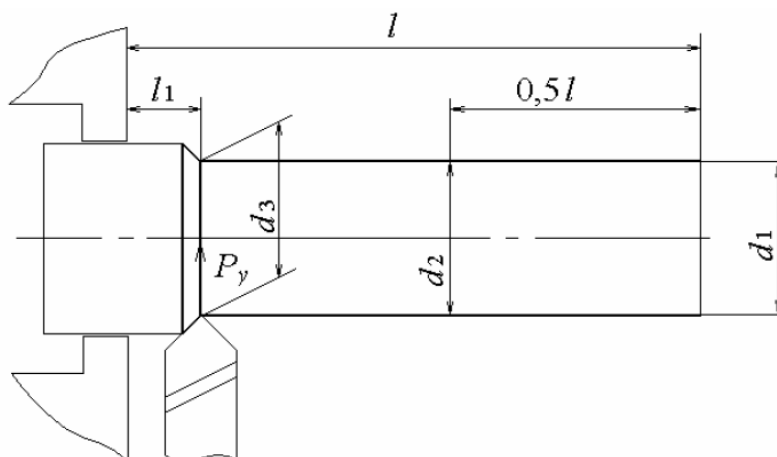

Рис.3. Схема замера диаметров и размеров длин обработанной заготовки
После токарной обработки производится замер диаметров  $d_1$ ,  $d_2$  и  $d_3$  в сечениях, соответствующих наибольшей длине вылета заготовки  $l$ , середине заготовки  $0,5l$  и наименьшей длине вылета  $l_1$  (рис.3). Измерение диаметров выпол-
2. Схему замера диаметров и размеров длин обработанной заготовки (рисунок 3).